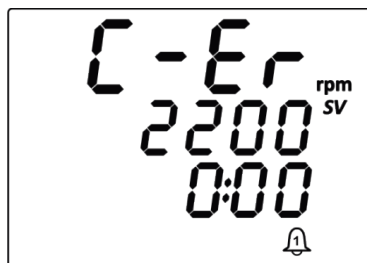

Рисунок 8 - Аварийный останов по перегрузке
8.4.2. Если проигнорировать предупреждение о перегрузке, не устранив её причину, то через некоторое время произойдёт аварийный останов устройства с подачей звукового сигнала и отображением на дисплее сообщения об ошибке (Рисунок 8). Чтобы снова запустить процесс перемешивания после устранения причины перегрузки необходимо выключить и снова включить питание с помощью сетевого выключателя.